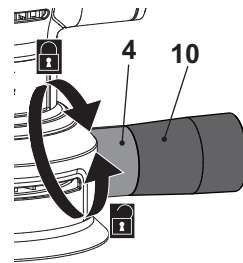

Fig. 6
- > Faites tourner l'adaptateur d'extraction de poussière (10) dans le sens inverse des aiguilles d'une montre et retirez-le.(Fig.6)